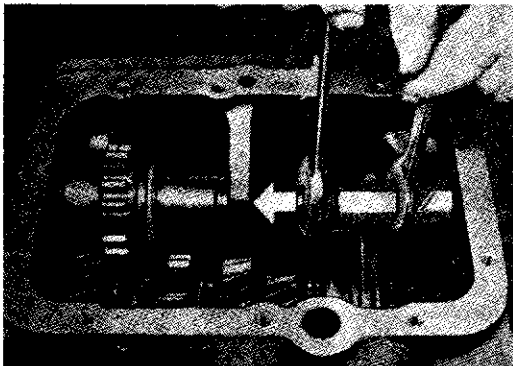

Fig. 36. — Dépose de l'axe de pignon de M. AR
- Faire pivoter la prolonge de boîte et dégager l'axe du pignon de renvoi de marche arrière et à l'aide de l'extracteur SW 203 (fig. 36), sortir l'axe de renvoi de M. AR et récupérer la bille de positionnement.
- Remonter l'arbre de marche arrière et placer ensemble le pignon et la fourchette (fig. 36).